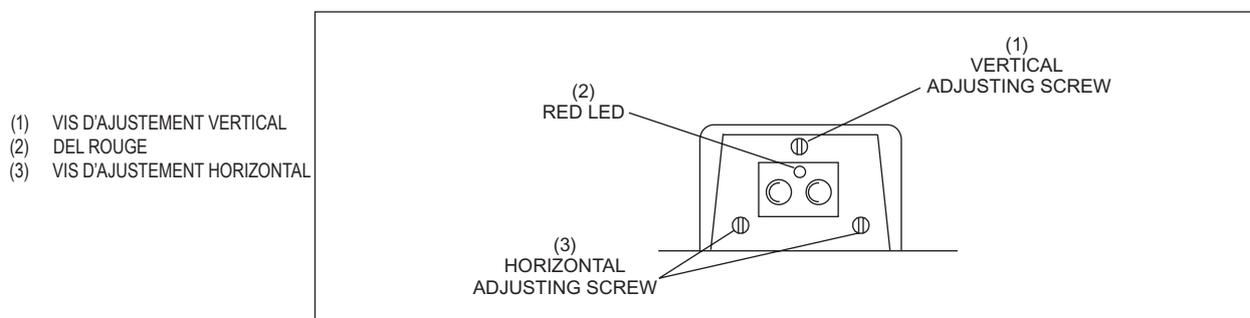

Figure 5-2. Ajustement de détection de boule.
Le voyant DEL rouge monté sur la détection de boule est sur « marche » quand le rayon n'est pas reçu par le réflecteur. Cela indique qu'une boule ou un autre objet traverse le rayon ou qu'un problème d'alignement a lieu. Voir figure 5-2.
- d. A l'aide des vis de réglage verticale et horizontale (voir *Figure 5-2*) déplacez le rayon jusqu'à le diriger exactement au centre du réflecteur monté.